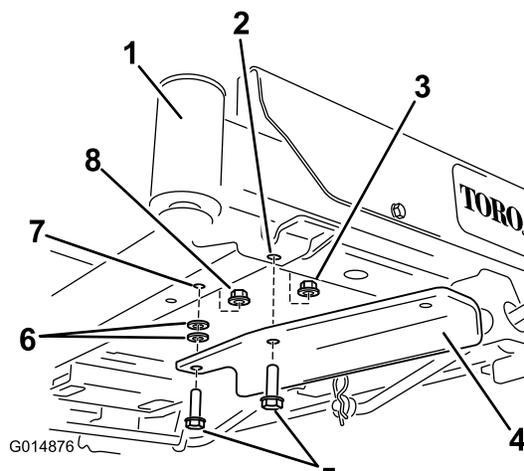

Figure 6
- Pour les machines sans pédale d'aide au relevage : fixez le support avec deux boulons (3/8 x 1-1/4 po), deux rondelles et deux contre-écrous (3/8 po) (Figure 6). Un contre-écrou provient des pièces détachées et l'autre a été déposé précédemment et est réutilisé.